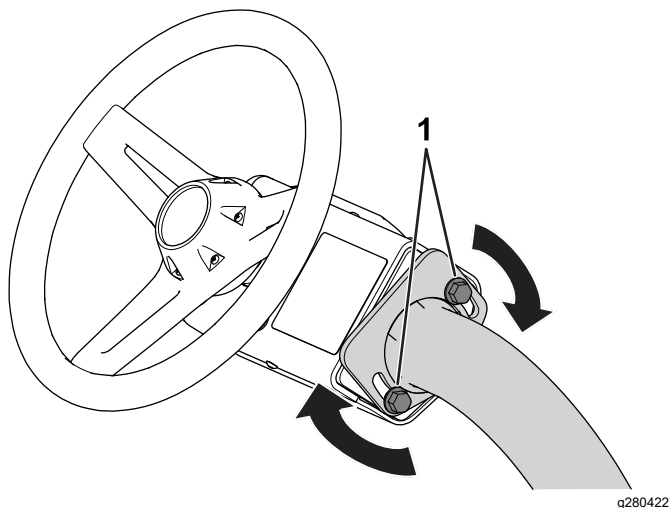

Bild 29
1. Lösen Sie die Schrauben (Bild 29), mit welchen die Lenkradbaugruppe am Lenkarm befestigt ist.
3. Ziehen Sie die Schrauben (Bild 29) an, um das Lenkrad in der eingestellten Position zu fixieren.